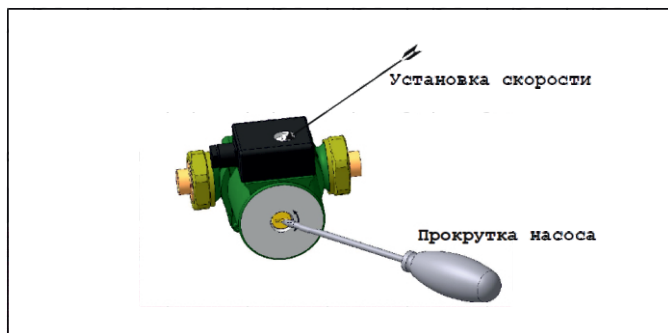

Рисунок 12
8.4 В начале отопительного сезона перед запуском прибора необходимо проверить, не заблокирован ли вал циркуляционного насоса отложениями или накипью. Для этого снимите кожух согласно п. 5.4 настоящего руководства, поднимите вверх панель управления (2), затем отвинтите защитный колпачок и поверните вал двигателя с помощью отвертки по стрелке на насосе (рисунок 12).